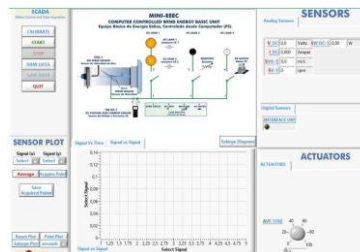

Fig. 3 Sistema de Control (SCADA)
b) Procedimiento de la Práctica (fig. 3)